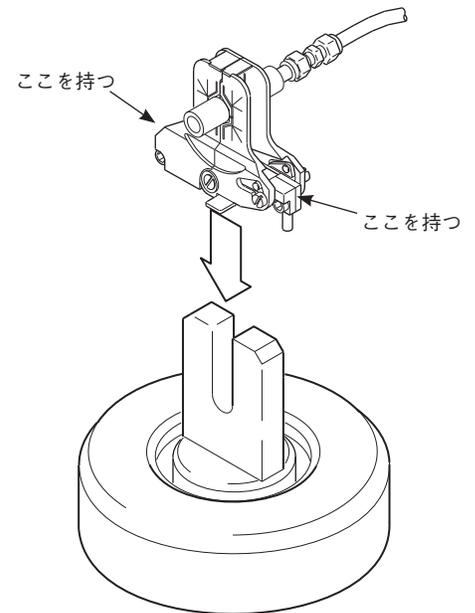

図 20：クーリング・プレート
- フィクスチャーが小さいため、蓄熱により溶接直後は非常に高温となり、すぐに取り扱うことができない場合があります。図 20 のように、フィクスチャーの底部を持ってください。アルミニウム製クーリング・プレート（オプション）を使用すると、フィクスチャーを固定し、フィクスチャーの冷却スピードを速めることができます（図 20）。